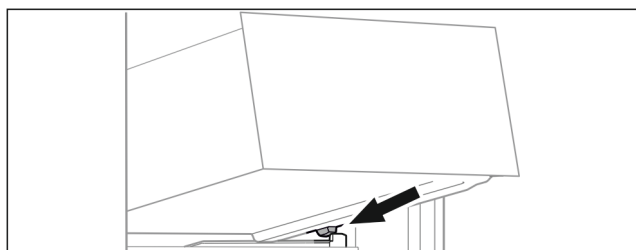

Fig. 70
- ▶ Założyć szufladę pod skosem za stoperami na żebro pojemnika. (patrz Fig. 70)